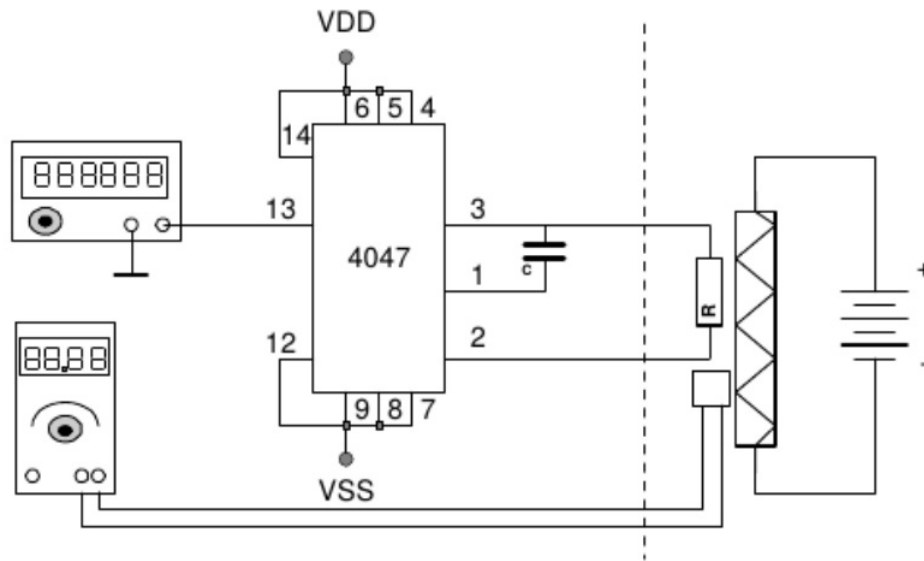

Figura 1: Circuito implementado con un CD4047
- Implementar el circuito de la figura 1, y colocar el capacitor junto al resistor calefactor.